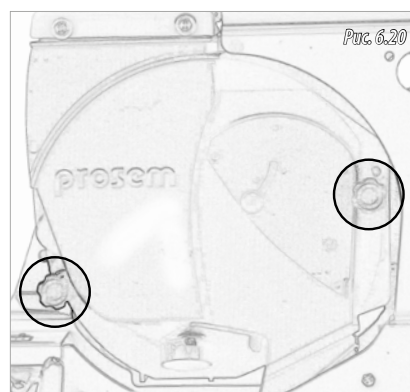

Рис. 6.20
1. Открутить 2 круглые ручки и снять крышку высевающего аппарата (рис. 6.20).